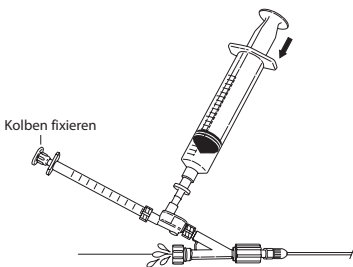

Abb. 6
8. Den Kolben der 1-mL-Spritze in Position halten und die 20-mL-Spritze langsam herunterdrücken, um alle restlichen Luftblasen zu entfernen. Wenn das System vollständig entlüftet ist, das Tuohy-Borst-Ventil um den Tip-Okkluder herum festziehen. **(Abb. 6)**